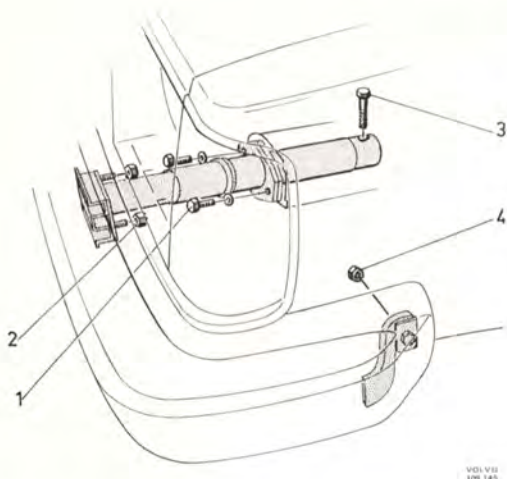

Bild 8-41. Demontering av stötfångare och krockdämpare
1. Demontera distansgumminas fästplåtar 4, bild 8-41.
2. Demontera stötfångarfästenas muttrar (2) och lyft ner stötfångaren.
2. Demontera styrbrickans två fästsruvar, 1 bild 8-41.
3. Demontera fästskraven (3) i sidobalken (åtkomlig från motorrummet resp. bagageutrymmet). Ta bort krockdämparen och dra av styrbrickan samt mellanlägget. **OBS!** Krockdämparna får ej skrotas utan att först ha tömts på gas.
2. Demontera styrbrickans två fästskruvar (1, bild 8-41) och fästskruven i sidobalken (3).